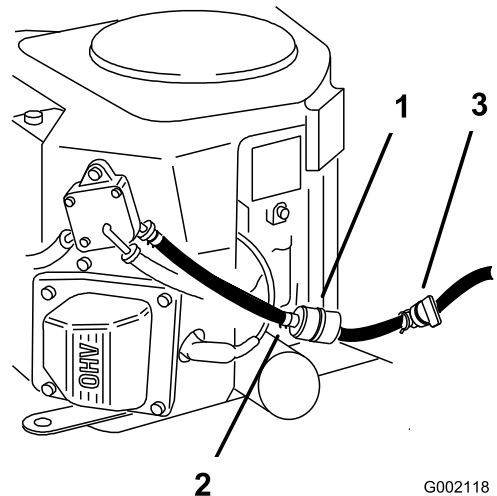

Bild 62
4. Schließen Sie den Kraftstoffhahn unter dem Sitz (Bild 62).
5. Drücken Sie die Enden der Schlauchklemmen zusammen und schieben Sie sie vom Filter weg (Bild 62).
7. Setzen Sie einen neuen Filter ein und schieben Sie die Schlauchklemmen an den Filter heran (Bild 62).